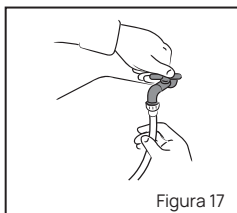

Figura 17
- Cierre la llave de agua/grifo. Ver figura 17.